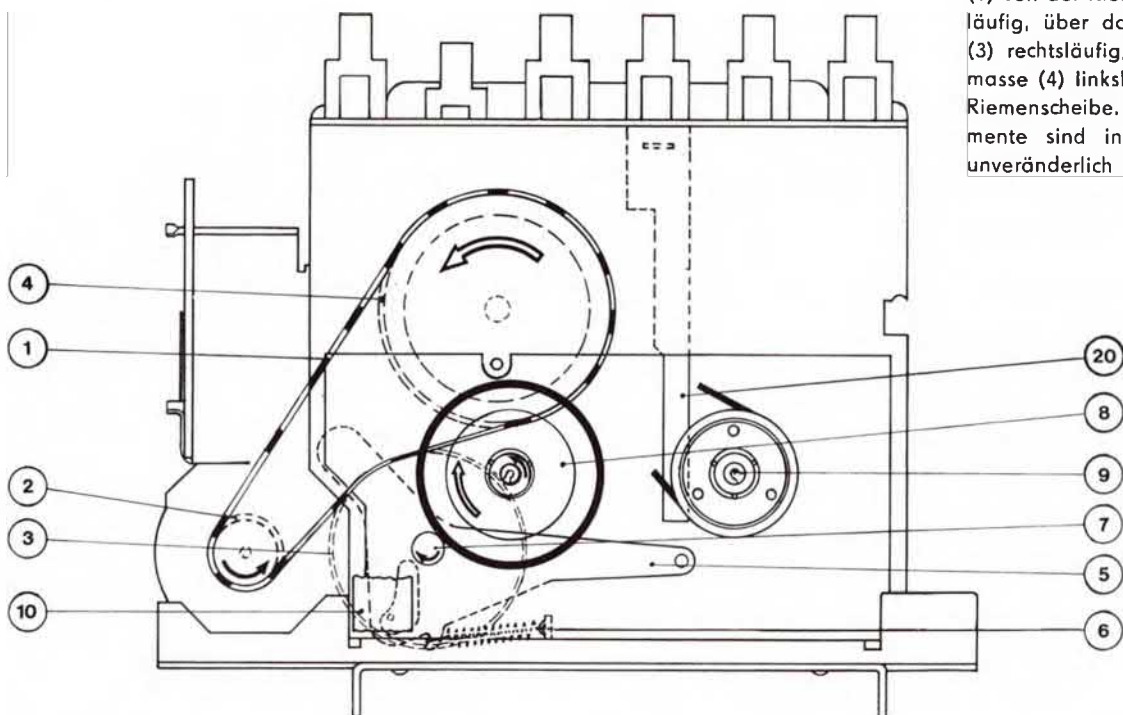

Bild 6.1.
Die mechanischen Funktionen werden in den Bildern 6.1., 6.2., 6.3. und 6.4. dargestellt. Unabhängig von den einzelnen Schaltfunktionen läuft die Antriebspese (1) von der Riemenscheibe (2) linksläufig, über das Hebelrad (Welle) (3) rechtsläufig, über die Schwungmasse (4) linksläufig und zurück zur Riemenscheibe. Diese Antriebselemente sind in ihrer Drehrichtung unveränderlich (Bild 6.1.).
6.1.1. Funktion „Aufnahme“ und „Wiedergabe“ (Bild 6.1.)